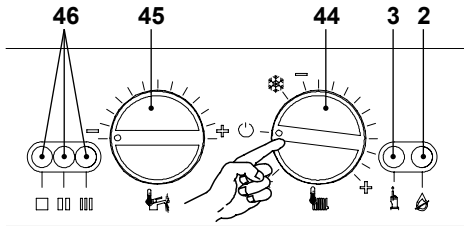
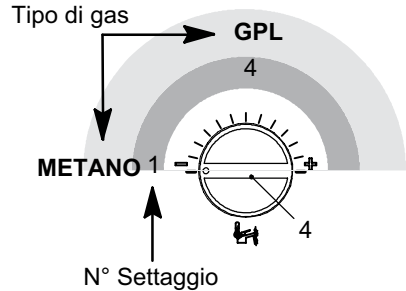

Figura 8.2
Figura 8.5
- Ruotare il selettore di funzione 44 come in Figura 8.2
- Posizionare il selettore 44 come indicato in Figura 8.2; la lampada di segnalazione 46 lampeggia ad intermittenza circa ogni 4 secondi.
- Tenere premuto il pulsante di ripristino 3 in Figura 8.2 per circa 10 secondi, la lampada di blocco 2 in Figura 8.2 inizierà a lampeggiare.
- Premere il pulsante di ripristino 3 in Figura 8.2 tante volte (4 volte) fino alla visualizzazione delle spie di segnalazione 46 in Figura 8.2 come in Figura 8.4 (leggenda spie pag. 48).
Per visualizzare il settaggio impostato tenere premuto il pulsante di ripristino 3 in Figura 8.2 per circa 5 secondi. Le spiedi segnalazione 46 in Figura 8.2 lampeggeranno un numero di volte pari al settaggio (Figura 8.5).
- Per cambiare il settaggio ruotare la manopola regolazione temperatura sanitari 45 in Figura 8.2 e posizionarla per il tipo di gas prescelto Figura 8.5 (nella figura es. manopola settata per gas Metano), la lampada di segnalazione blocco 2 in Figura 8.2 lampeggia velocemente.
- Per memorizzare il settaggio premere il pulsante di ripristino 3 in Figura 8.2 per circa 5 secondi, le spie di segnalazione 46 in Figura 8.2 lampeggiano tutte quante simultaneamente come in Figura 8.7 (legenda spie pag. 48).